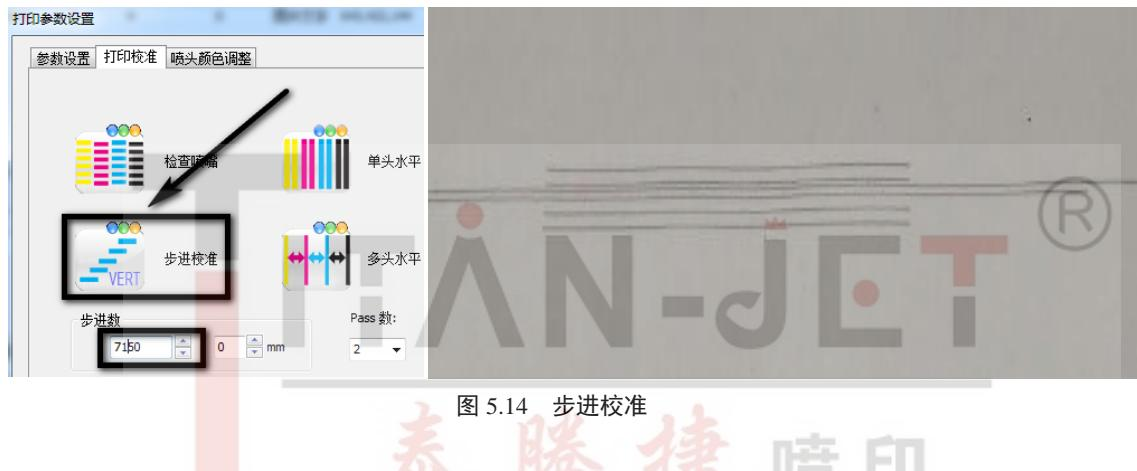

图 5.14 步进校准
8.1、我们进入打印软件之后，选择“打印-->选项-->打印校准”，选择“步进校准”，这时打印机会打印出几条直线，如图 5.14 所示。
8.2、观察上图得知，最长的那条直线没有跟最中间的那条线重合，很显然现在的步进数不正确，这时我们要修改“步进数”，点击“应用”然后再次进行“步进校准”。如图 5.14 所示中心线偏上则减少数值，反之中心线偏下则加大数值。